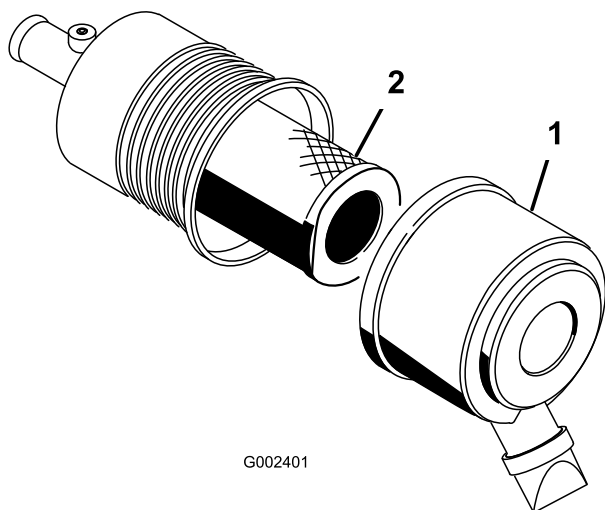

Bild 42
1. Lösen Sie die Riegel am Luftfilter und ziehen Sie die Luftfilterabdeckung vom Gehäuse ab (Bild 42).
4. Schieben Sie den Hauptfilter vorsichtig aus dem Luftfiltergehäuse heraus (Bild 42). Vermeiden Sie ein Anstoßen des Filters an der Seite des Gehäuses.
7. Wenn Sie den Sicherheitsfilter auswechseln, schieben Sie den neuen Filter vorsichtig in das Filtergehäuse (Bild 42).
8. Schieben Sie den Hauptfilter vorsichtig auf den Sicherheitsfilter (Bild 42). Stellen Sie sicher, dass dieser einwandfrei einliegt, indem Sie beim Einbauen auf den äußeren Rand des Filters drücken.
9. Bringen Sie die Luftfilterabdeckung mit der Seite an, auf der UP gestanzt ist, und rasten Sie die Riegel ein (Bild 42).